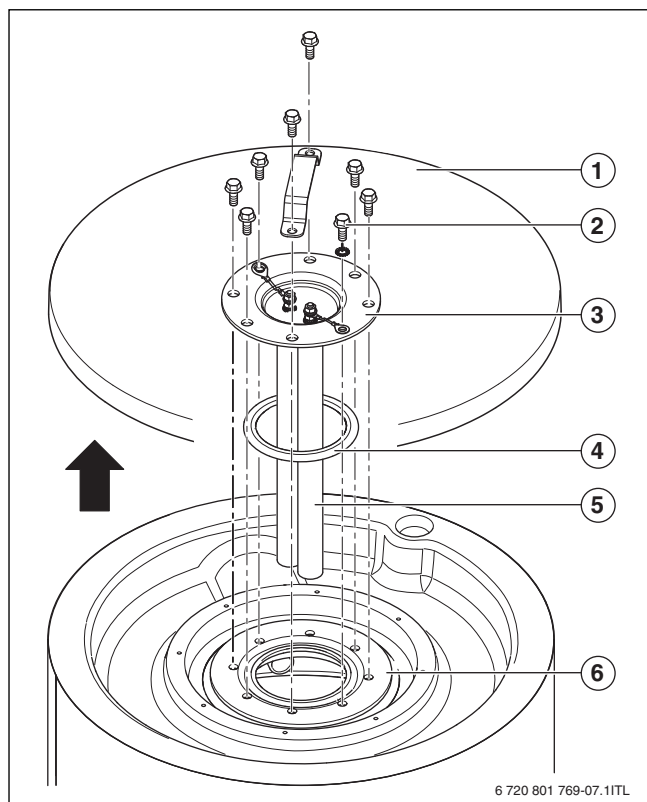
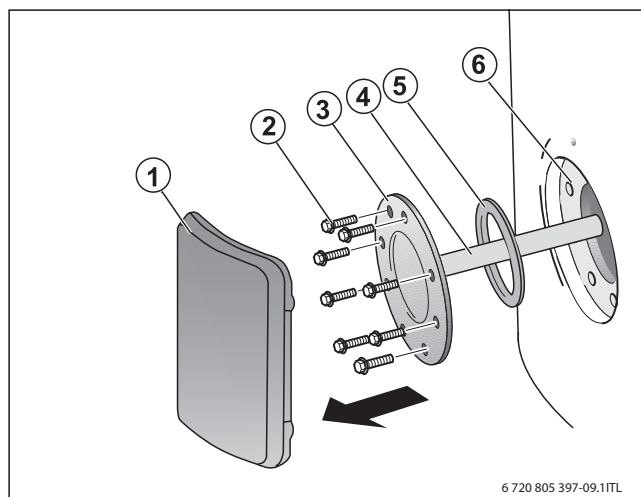

Fig. 17 Desmontar la tapa del registro de acceso manual SU54/5
Fig. 18 Desmontar la tapa del registro de acceso manual SU80/5, SU100/5
- ▶ Retirar la tapa del revestimiento PS (SU54/5) (→ fig. 17, pág. 32, [1]) o el recubrimiento de la tapa del punto de acceso manual (SU80/5, SU100/5) (→ fig. 18, pág. 32, [1]) del acumulador de agua caliente.
- ▶ Desmontar la tapa del registro de acceso manual (→ fig. 17, pág. 32) si aún no se ha hecho.